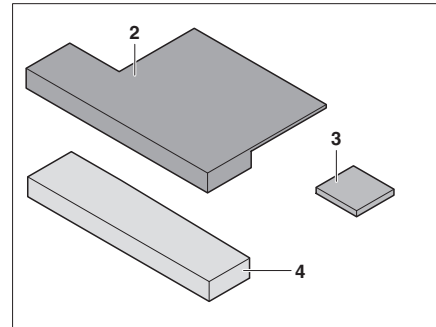

Fig. 181 Cojín adicional
- Colocar un travesaño (Fig. 181,3) al cojín adicional (Fig. 181,2) (con cierre de velcro).